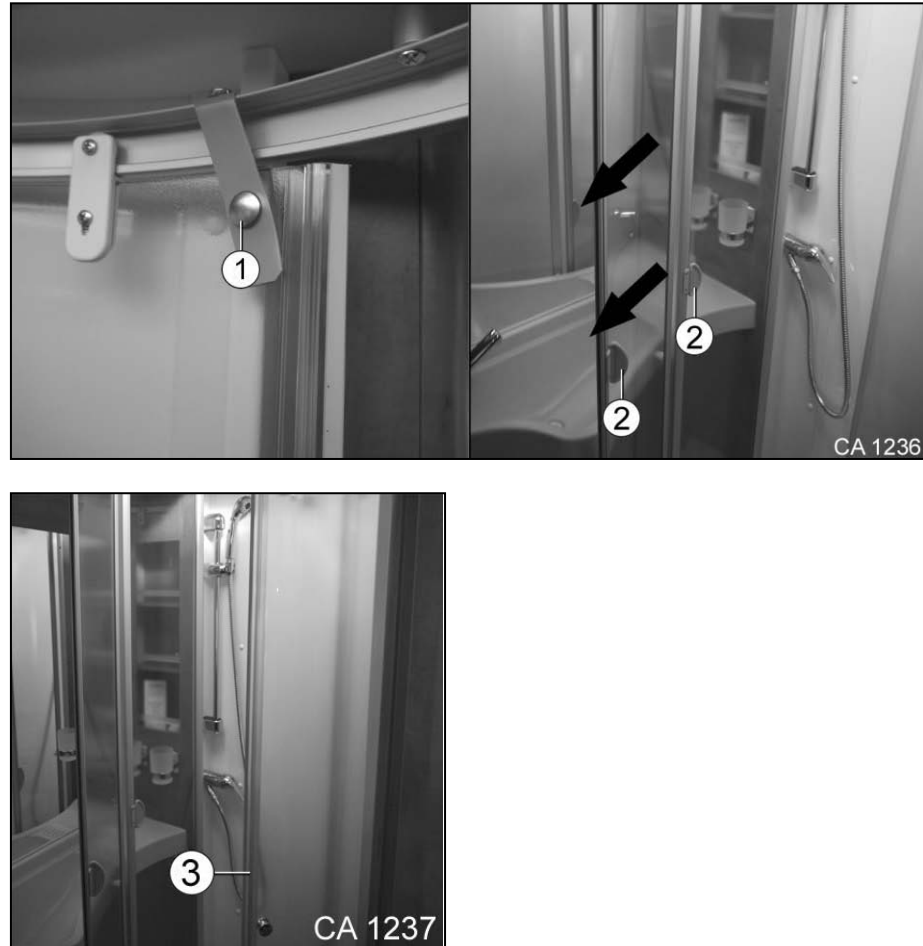

Fig. 148 Douche circulaire avec portes coulissantes
1. Débloquer la fixation par bouton-pression (Fig. 148/1).
2. Sortir les poignées (Fig. 148/2).
3. Fermer la porte coulissante en la tenant à la poignée (Fig. 148/3).